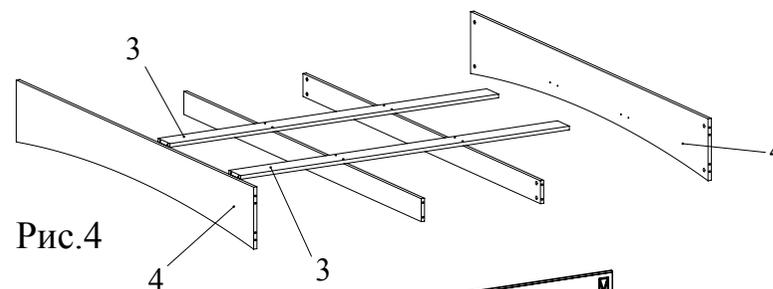

Рис.4
5. Установить боковины 4 на царги поперечные 3 и зафиксировать, повернув конфирматным ключом головки минификсов по часовой стрелке до упора (Рис. 4).